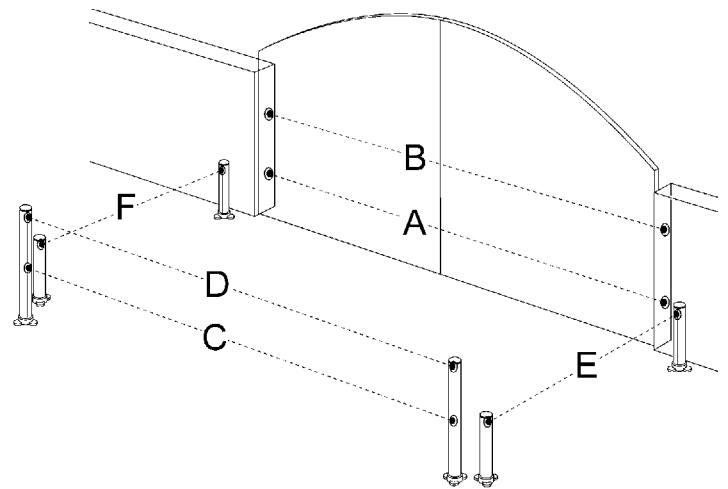

Figure 64
À tout moment, il est possible d'installer d'autres photocellules en plus de celles qui sont fournies de série avec WU2. Dans un automatisme pour portails à 2 battants, il est possible de les placer suivant les indications de la Figure 64.
- 2 Identifier la position dans laquelle elles sont installées suivant la Figure 64 et effectuer la connexion volante suivant le Tableau 11. Les connexions volantes non utilisées doivent être placées dans le compartiment prévu à cet effet pour pouvoir être réutilisées dans le futur.